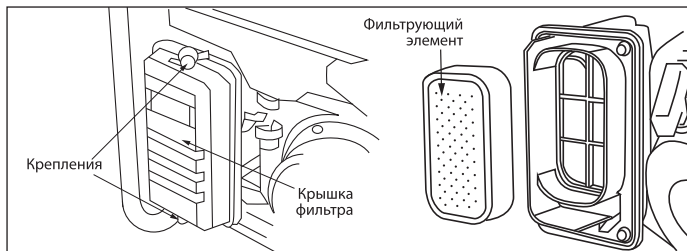

Рис. 16
1. Откройте крышку воздушного фильтра (рис. 16).